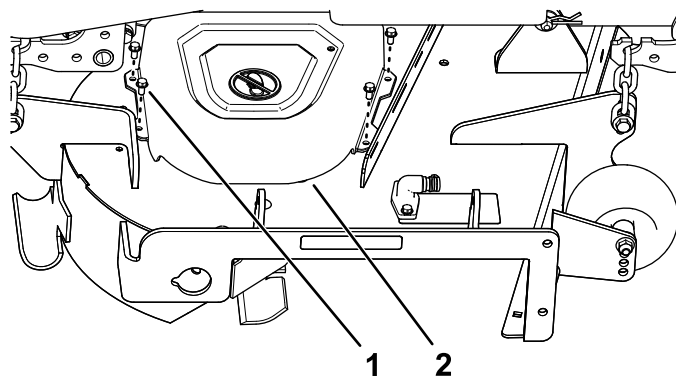

Figura 7
- Skinite 4 vijka ($\frac{1}{4} \times \frac{1}{2}$ ") koji pričvršćuju desni poklopac kaiša, pa skinite poklopac kaiša (Figura 7).